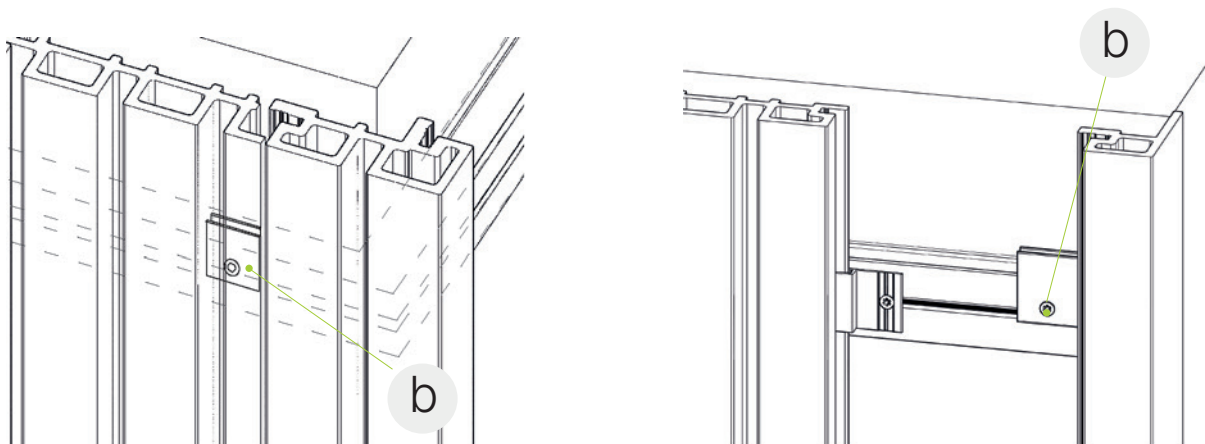

Рис. 9.1 Fijación del clip adicional
Al montar el perfil de fachada en el paso (5), debe fijarse un clip adicional al perfil de soporte (véase la fig. 9.1).